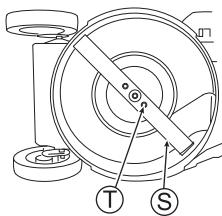

Abb. 34
3 Vergewissern Sie sich, dass die Klingenbefestigungsschrauben (T) mit dem angegebenen Drehmoment angezogen sind. (Siehe Abb. 34)
4 Vergewissern Sie sich, dass die Klingenbefestigungsschrauben (T) mit dem angegebenen Drehmoment angezogen sind. (Siehe Abb. 34)